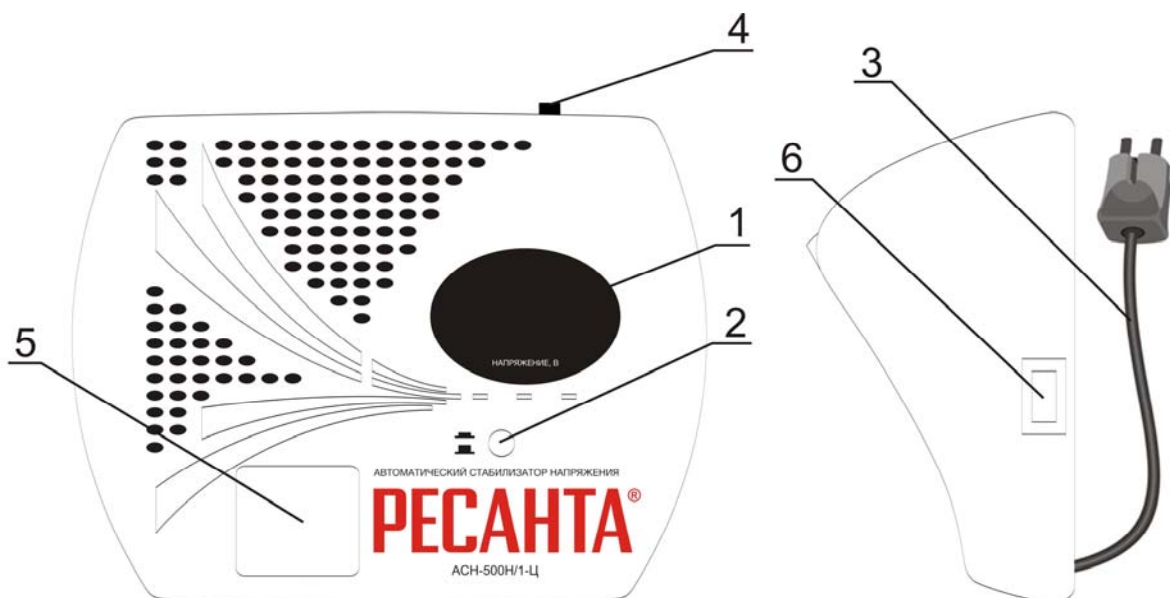

РИС. 2
- Убедиться в том, что выключатель (рис. 2, поз. 3) находится в положении «выкл».
- Перевести выключатель (рис. 2, поз. 3) в положение «вкл» на 10 секунд.
- Дисплей (рис. 2, поз. 1) должен показывать 220 В при работе стабилизатора в штатном режиме.
- Перевести выключатель (рис. 2, поз. 3) в положение «выкл».
- Включить нагрузку в розетку (рис. 2, поз. 5) стабилизатора.
- Установить выключатель (рис. 2, поз. 3) в положение «вкл».
1. Не горит индикатор «сеть»	1. Вилка не включена в розетку 2. Проверить, включен ли выключатель (рис. 2, поз. 3) 3. Проверить предохранитель (рис. 2, поз. 4)